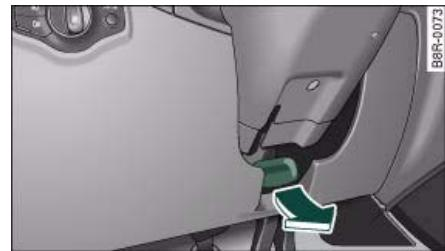

Fig. 100 Palanca debajo de la columna de dirección
- Tire de la palanca ⇒ fig. 100 -flecha- ⇒ !.